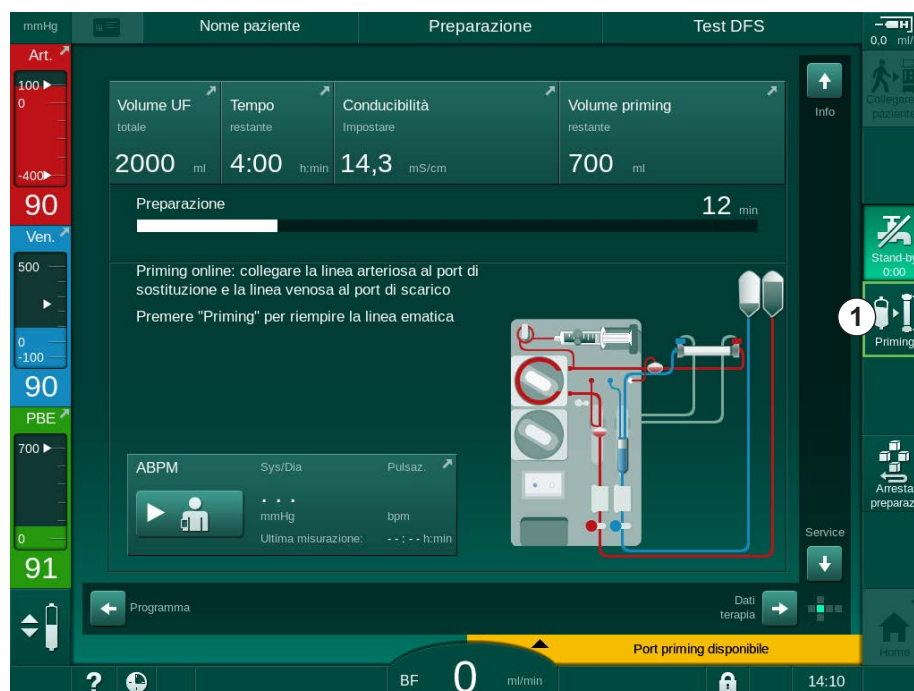

Fig. 3-16 Icona evidenziata *Priming*
Se si deve toccare un'icona per passare alla fase operativa successiva dell'apparecchiatura (ad es. avviare il priming, avviare la terapia), questa icona viene evidenziata con una cornice lampeggiante (vedere Fig. 3-16, ①).